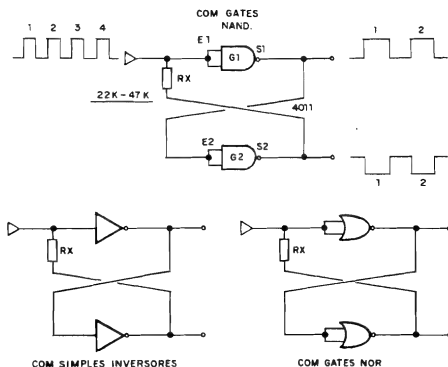

Fig. 9
- **FIG. 9 - FLIP-FLOP BI-ESTÁVEL DE ENTRADA ÚNICA (DIVISOR POR DOIS) COM GATES C.MOS** - O diagrama mostra três possibilidades básicas de se estruturar um BI-ESTÁVEL DE ENTRADA ÚNICA (divisor por 2) a partir de **gates** C.MOS comuns, sejam simples inversores, sejam tipo NAND ou NOR com mais de uma Entrada cada (caso em que as ditas Entradas de cada **gate** devem ser "juntadas", para gerar a função simples inversora, revejam as Tabelas Verdade já explicadas em "Aulas" anterior...). Observem também a presença do resistor Rx, com valor típico entre 22K e 47K (válidos para alimentação dentro dos parâmetros normais dos C.MOS, de 5V até 15V, e para o acionamento das Entradas por sinais emitidos em uma Sáfada típica também C.MOS...). Em qualquer dos casos, teremos o **mesmo** efeito "matemático" já explicado quanto à fig. 3, ou seja: aplicando-se (por exemplo...) 4 pulsos à Entrada, teremos 2 pulsos na Sáfada, e assim por diante, numa nítida contagem/divisão por 2, que é a essência desse tipo de bloco lógico...